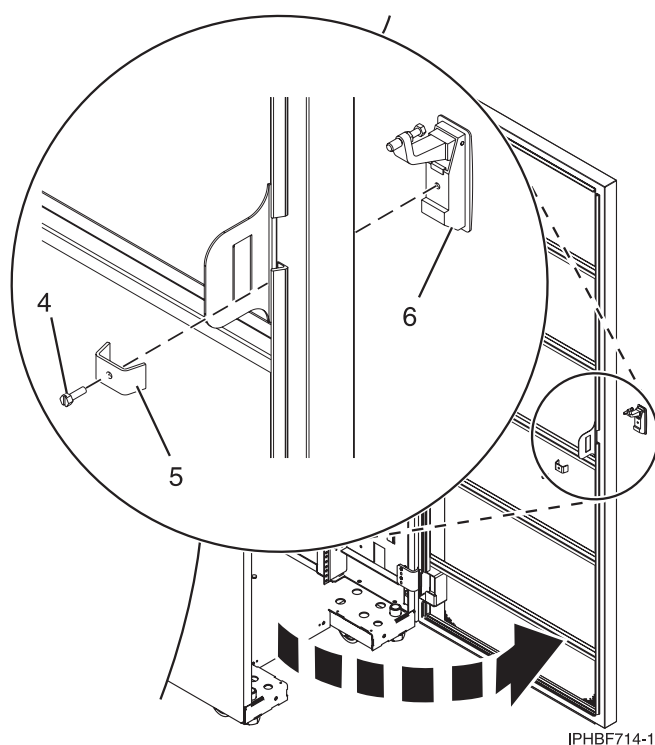

Figura 26. Extracció del pestell existent de la porta.
- b. A la part interior de la porta, traieu el cargol (4) a la Figura 26 que fixa el pany a la porta del bastidor.
- c. Traieu la peça de subjecció (5).
- d. Des de la part exterior de la porta, traieu el pestell de la porta (6).
- a. Inseriu el pany de clau de bastidor a la ranura del pestell situada a la part frontal de la porta (6) a la Figura 26.
- b. Fixeu el pany col·locant la peça de subjecció (5) amb el cargol (4), a la part interior de la porta.